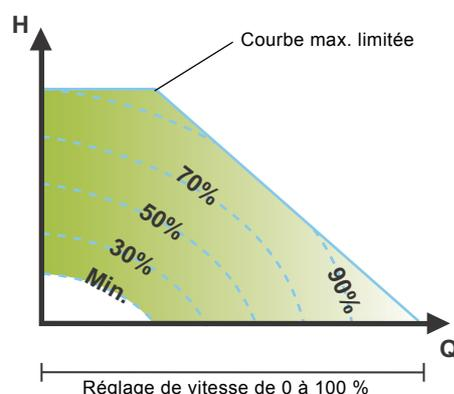

Fig. 26 Limitations de puissance et de pression qui influencent la courbe maxi
**Remarque :** Si la vitesse du circulateur est réglée dans la plage entre les valeurs mini et maxi, la puissance et la pression sont limitées lorsque le circulateur fonctionne sur la courbe maxi. Cela signifie que les performances maxi peuvent être obtenues à une vitesse inférieure à 100 %. Voir fig. 26.